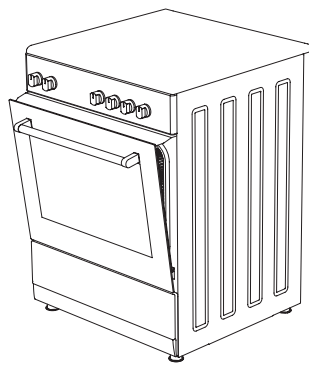

Abb. 12
4. Sichern Sie danach die Sicherheitsabdeckung zwischen Backofen und vorderer Abdeckung, indem Sie die Abdeckung vorsichtig schließen. (abbildung 12)